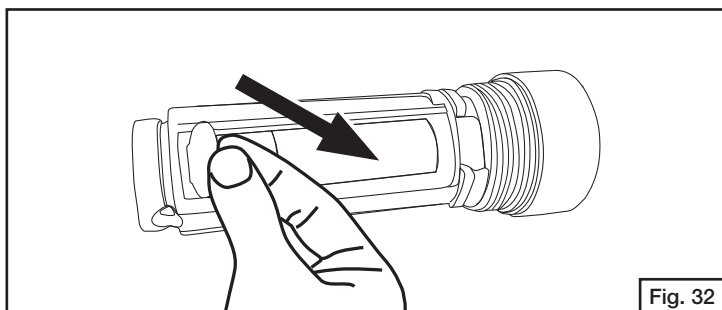

Fig. 32
- Tire de la hoja aislante en el extremo del soporte de las baterías para extraerla. (Fig. 32)